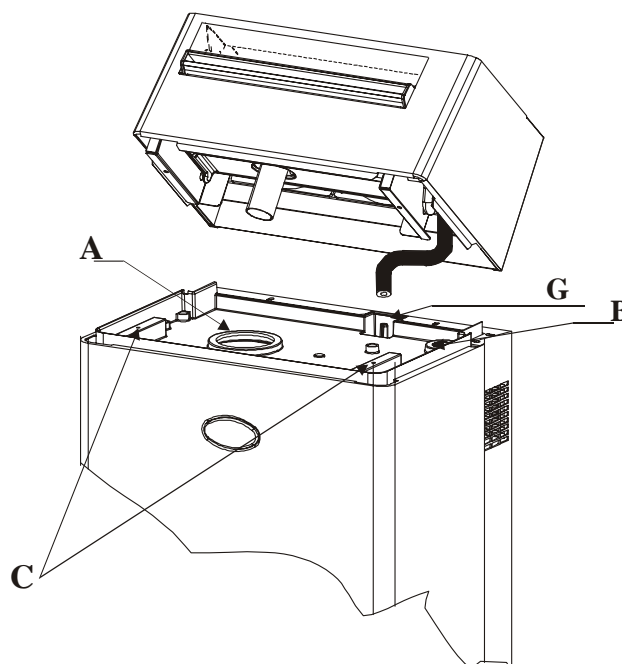

Fig. 5.3
Procedura (con riferimento alla Fig. 5.3):
10. effettuare un foro $\phi=40$ mm nella guarnizione di chiusura A posta sul cielo dell'umidificatore (v. Fig. 5.3);
13. innestare l'estremità libera del tubo di drenaggio della condensa all'attacco G posto sul cielo dell'umidificatore (v. Fig. 5.3) oppure allo scarico delle acque bianche;